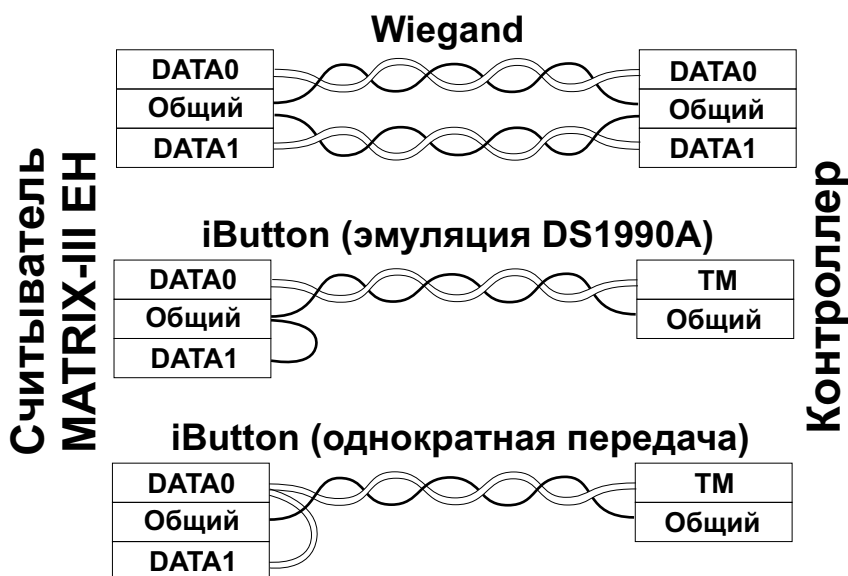

Рис.1 Выбор протокола передачи
- при подключении по Wiegand-26 первая витая пара подключается между GND и DATA0, а вторая витая пара подключается между GND и DATA1. (рис.1)